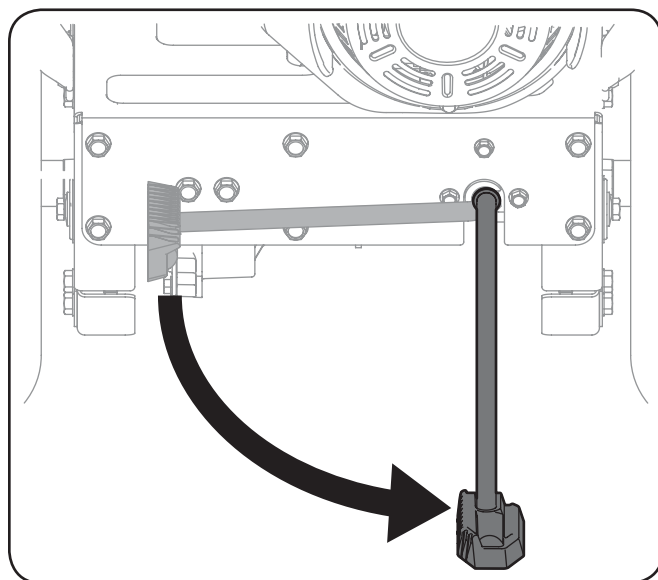

Figura 5-9
3. Con ambas manos en las empuñaduras de la manija, mueva el soporte Latch'n Lock™ hasta la posición para destrabar (abajo), consulte la Figura 5-9.